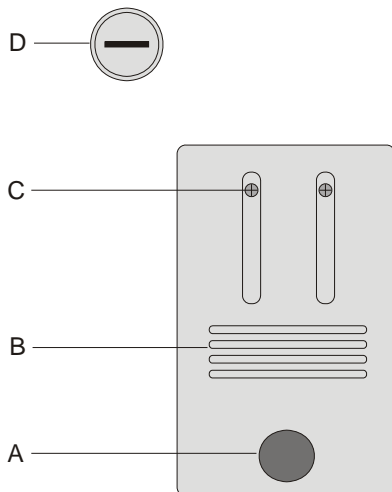

Fig. 1 Tampa do compartimento da lâmpada: A parafuso de dedo, B fenda de ventilação, C parafusos de fixação da rosca da lâmpada, D suporte do fusível
- Soltar o parafuso C do compartimento da lâmpada e desloca-lo para fora de modo que se encontrem na mesma posição que na fig. 1.